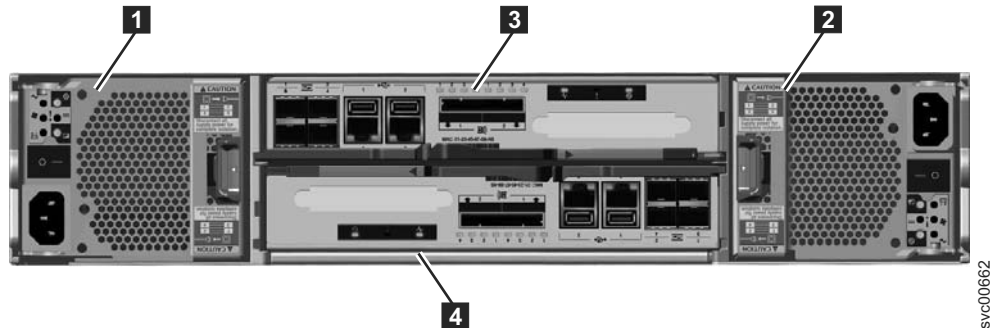

Abbildung 3. Rückansicht eines Controllergehäuses von Modell 2076-112 oder 2076-124
In Abb. 3 wird die Rückansicht eines Controllergehäuses mit der Position der Stromversorgungseinheiten und der Einschübe gezeigt.
- In der Mitte des Gehäuses befinden sich zwei Einschübe. Jeder Einschub wird als Knoteneinschub bezeichnet. Der obere Einschub (wie in Abb. 3 gezeigt) ist mit **3** und der untere Einschub mit **4** gekennzeichnet. Bei Einschub **3** zeigt die Oberseite nach oben, Einschub **4** ist um 180 Grad gedreht.